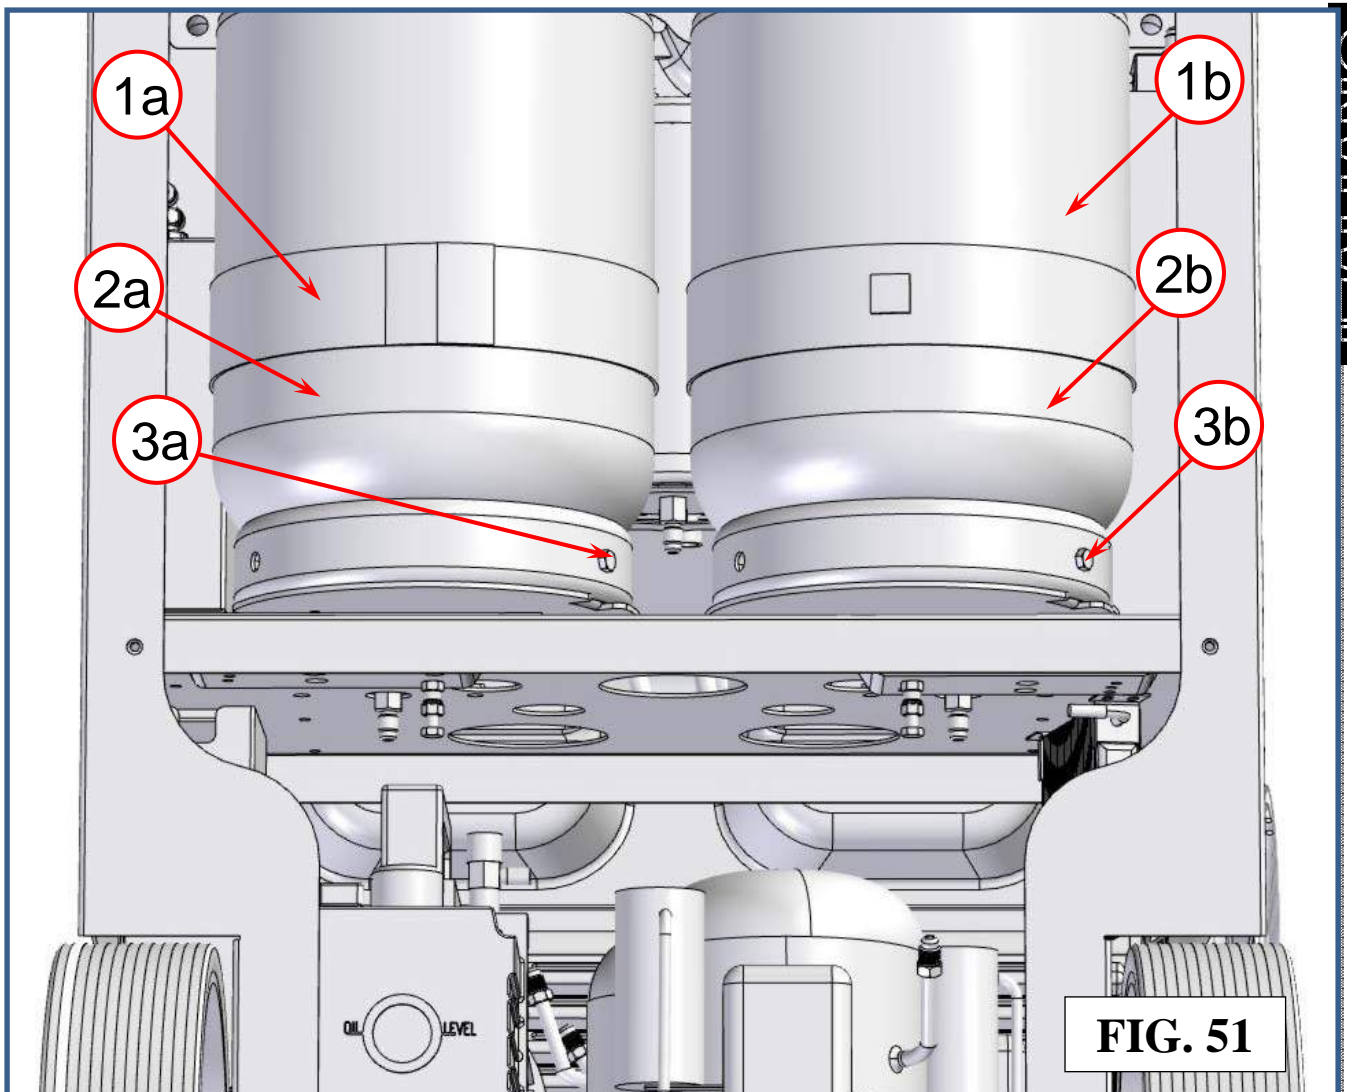

FIG. 51
Svitare il bullone che blocca la bombola R1234yf (ref 3b, Fig.51).
Scollegare la resistenza elettrica (rif 2b, Fig.51) dalla bombola (non toccare o scollegare i cavi elettrici della resistenza).
Chiudere i rubinetti blu e rosso sulla bombola R1234yf (rif 1b, Fig.51)
Rimuovere la bombola R1234yf (rif 1b, Fig.51) dal proprio alloggiamento, lasciando la resistenza intorno al piatto della bilancia; appoggiare la bombola su un piedistallo alto almeno 40 cm.
Rimontare la bombola R1234YF (rif 1b, Fig.51) sul piatto bilancia e la resistenza (rif 2b, Fig.51) intorno alla bombola (attenzione: la resistenza deve aderire perfettamente alla bombola).
Riavvitare il bullone che blocca la bombola R1234yf (rif 3b, Fig.51).